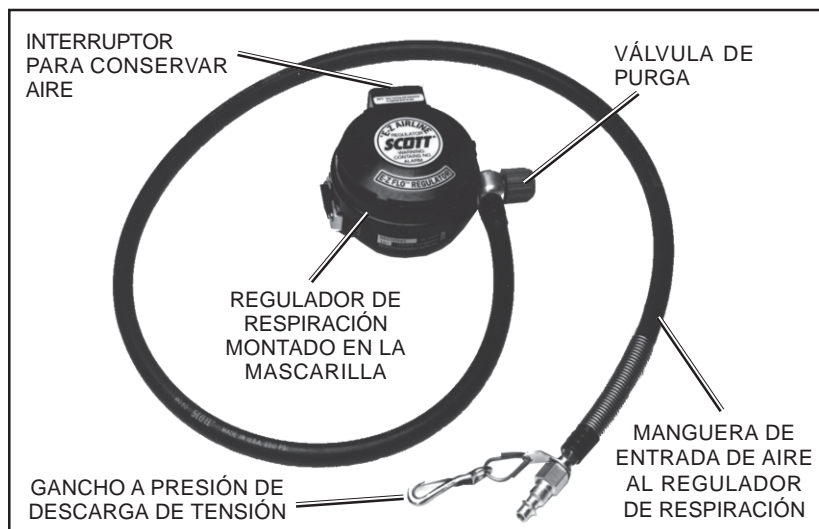

FIGURA 4
4. Inspeccione la unidad de la manguera de entrada de aire que conecta la manguera de suministro de aire al regulador de respiración. Asegúrese de que la manguera no esté dañada. Cerciórese de que el broche de descarga de tensión esté presente y en buen estado. Véase la FIGURA 4.